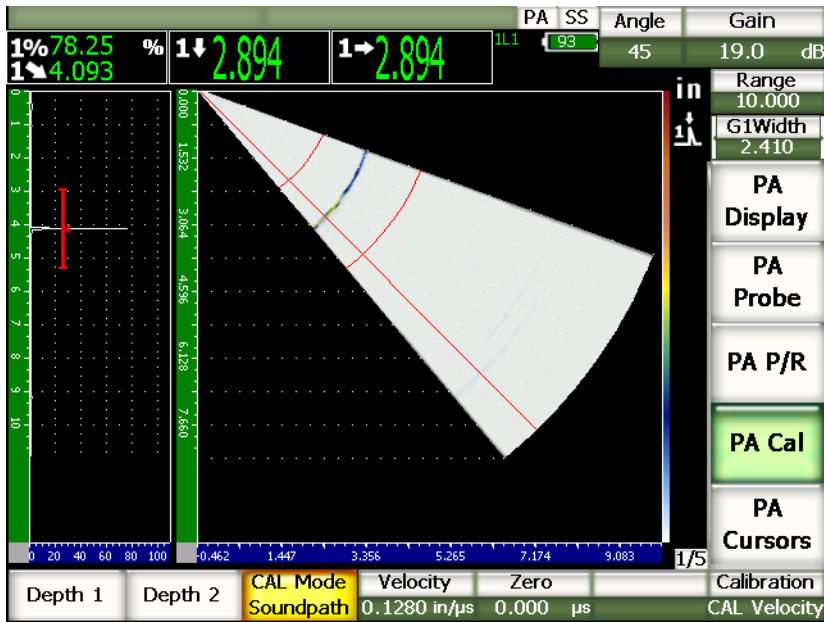

Abbildung 17-13 Justiersignal in der Blende
8. Die Verstärkung so einstellen, dass die Echoamplitude etwa 80 % beträgt. Ein Dickenmesswert erscheint in großen Ziffern über dem A-Bild (siehe Abbildung 17-13 auf Seite 298).